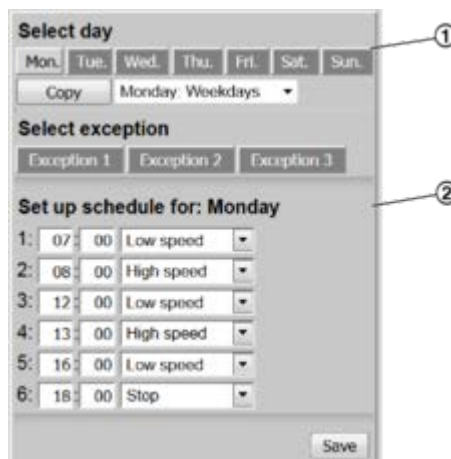

Fig. 42: Establecer un horario diario
- ▶ Primero seleccione un día de la semana (Fig. 42 /1), luego ajuste las horas (1-6) y la velocidad del ventilador.